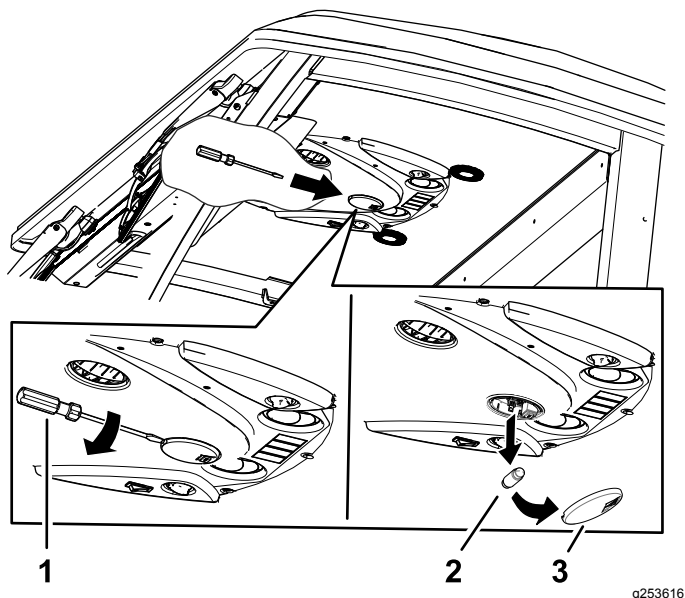

Рисунок 118
1. Снимите защитное стекло осветительного прибора с панели управления с помощью отвертки (Рисунок 118).
2. Выньте лампу из основания осветительного прибора (Рисунок 118).